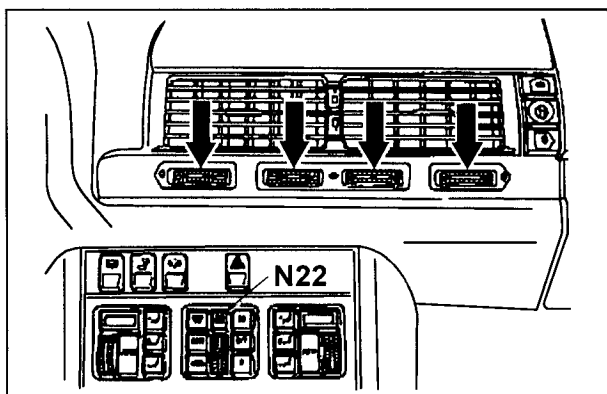

图 9-1-3 中央及侧面出风控制
3. 中央及侧面风口的控制:仪表板中央及侧面风口可通过万向调节轮(位于中央风口下部)控制,见图 9-1-3。